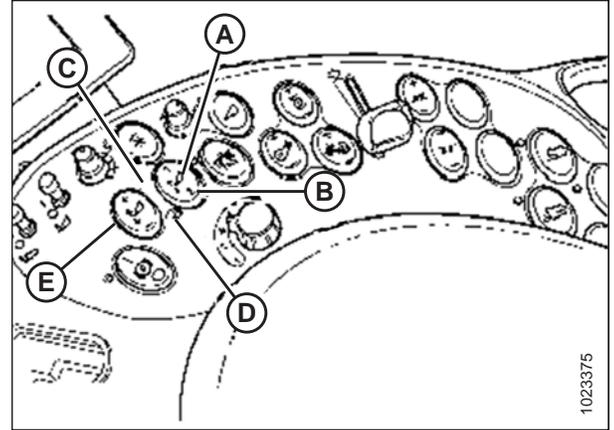

Figura 4.60: Controles de la cosechadora Case
Puede hacer ajustes en estos valores de consigna al utilizar el interruptor AJUSTE MENOR (E) en la Figura 4.60, página 127.